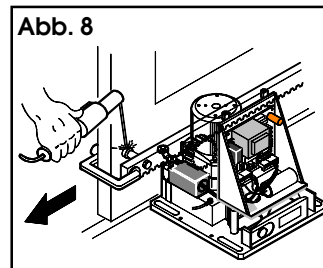

Abb. 8
4) Das erste Zahnstangenelement beim ersten Distanzstück auf das Ritzel auflegen (Abb. 8).
5) Das Zahnstangenelement mit einer Schraubzwinge am Torflügel befestigen (Abb. 8).